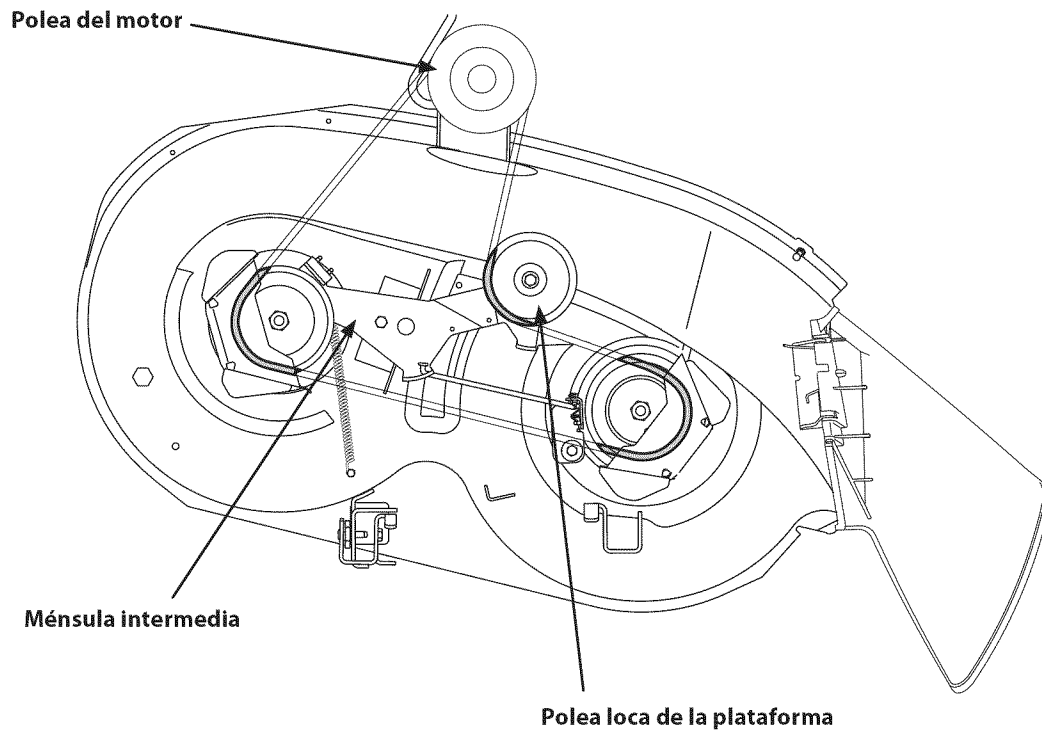

Figura 7-10
5. Ruta de la correa nueva y como se muestra en la Figura 7-10.